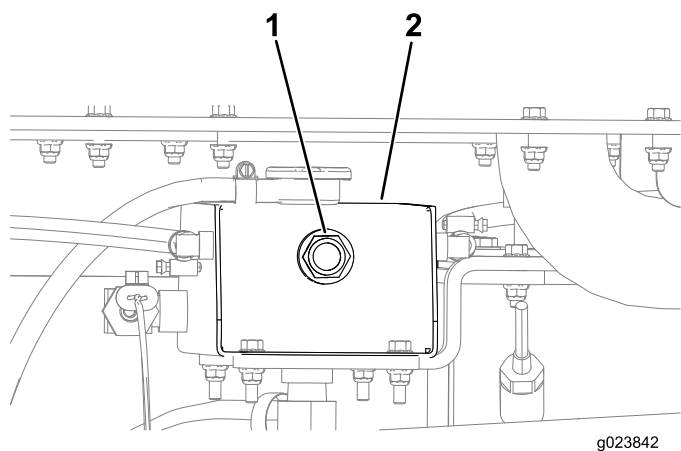

Рисунок 140
4. Проверьте уровень охлаждающей жидкости по указателю на торцевой поверхности бака радиатора (Рисунок 140).